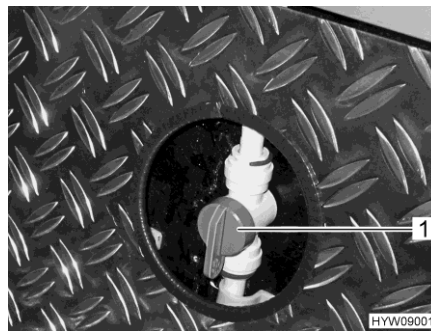

Fig. 172 Válvulas de alimentación (calentamiento del garaje trasero)
- Ajustar la manija (Fig. 172,1) en la válvula de alimentación para la calefacción del garaje trasero en posición paralela a la tubería de calefacción. Ahora, la calefacción del garaje trasero estará funcionando a máxima potencia.
- Ajustar la manija (Fig. 172,1) en la válvula de alimentación para la calefacción del garaje trasero en cualquier posición. De este modo, se podrá ajustar la distribución de agua caliente al garaje trasero de modo continuo.
- Ajustar la manija (Fig. 172,1) en la válvula de alimentación para la calefacción del garaje trasero en posición transversal a la tubería de calefacción. Ahora, la calefacción del garaje trasero estará desconectada.